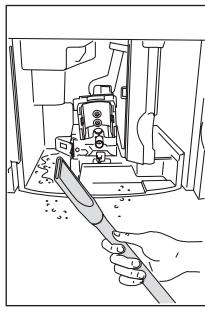

Fig. 38
- ▶ Aspirare i residui con un aspirapolvere (Fig. 38).